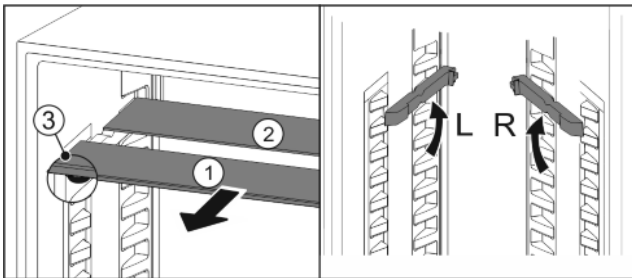

Fig. 19
- ▶ Glasplatten einzeln nach vorne herausziehen Fig. 19 (1).
- ▷ Glasplatte Fig. 19 (1) mit den Auszugsstopps liegt vorne.
- ▷ Stopps zeigen nach unten Fig. 19 (3).